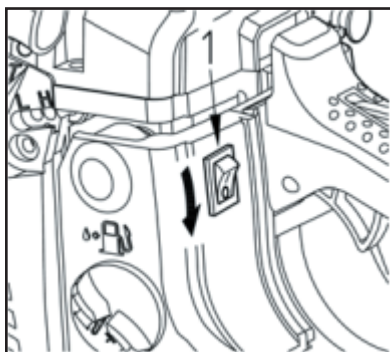

Рис. 15
- Переведите выключатель двигателя в положение «0» (Рис. 15 поз. 1).